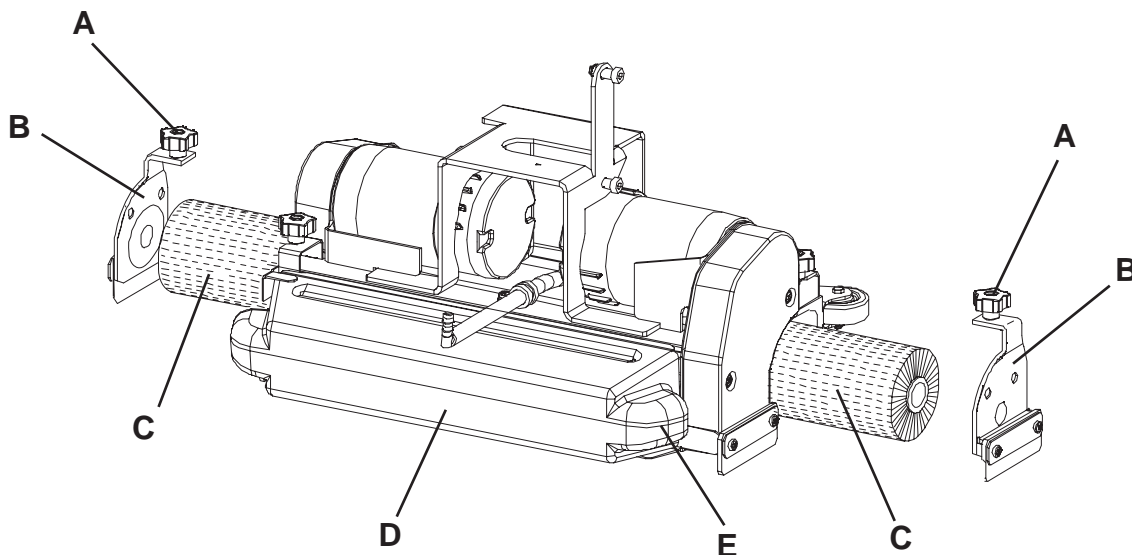

Abbildung 3
1. Den Zündschlüssel (80) auf "0" stellen.
2. Die Zylinderbürstenkopf mittels des Pedals (11) heben.
3. Die Handräder (A, Abb. 3) und die Klappen (B) entfernen durch sie nach unten zu drücken mittels eines Drucks auf den Handrädern.
4. Die Zylinderbürsten (C) einfügen.